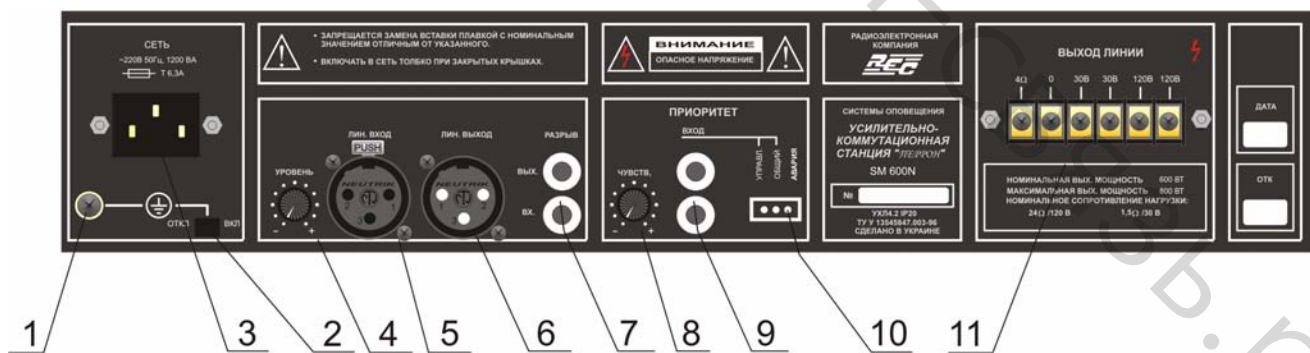

Рисунок 3
– при использовании УКС и УМ с пассивными источниками НЧ-сигнала (пульта конференцсистем, микрофоны и т. п.) переключатель ОТКЛ/ВКЛ (поз.2, рисунок 3) устанавливать в положение ВКЛ («схемный» общий провод подключен к корпусу изделия);
Клемма  $\oplus$  (поз. 1, рисунок 3) является дополнительной и может быть использована для дополнительного (страховочного) заземления.